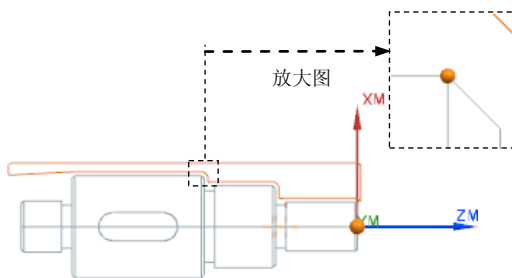

图 9.17 选取点
Step2. 在“切削区域”对话框 **轴向修剪平面 1** 区域的 **限制选项** 下拉列表中选择 **点** 选项，然后单击“点对话框”  按钮，系统弹出“点”对话框，在绘图区域选取图 9.17 所示的点，单击 **确定** 按钮。